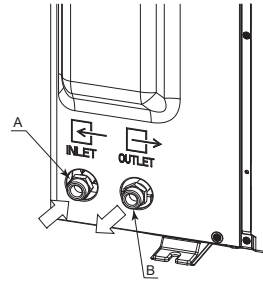

Fig. 6-1
6.1. Conexión de las tuberías del agua (Fig. 6-1)
- La posición de las tuberías de entrada y salida se muestra en la Fig. 6-1.
[Fig. 6-1]